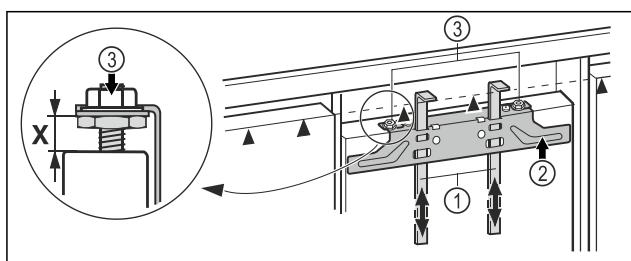

Fig. 18
- ▶ Монтажные приспособления Fig. 18 (1) сдвиньте вверх на высоту мебельного фасада. Нижняя упорная кромка ▲ монтажного приспособления = верхней кромке подлежащей установке мебельной двери.
- ▶ Открутите крепежную поперечину Fig. 18 (2) с помощью контргаек Fig. 18 (3).